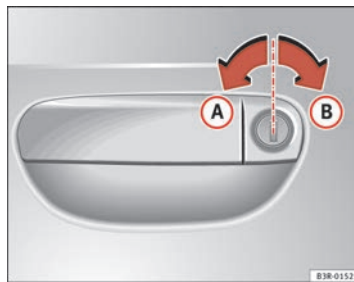

Abb. 70 Schlüssel-drehungen zum Öffnen und Schließen
- Drehen Sie den Schlüssel im Schloss der Fahrertür in Öffnungsstellung **(A)** ⇒ **Abb. 70** nach links.
- Drehen Sie den Schlüssel im Schloss der Fahrertür in Schließstellung **(B)** ⇒ **Abb. 70** nach rechts ⇒ .
Drehen Sie hierzu den Schlüssel im Schloss der Fahrertür **zweimal** hintereinander in kurzer Folge in Schließstellung **(B)** ⇒ Seite 104, Abb. 70.